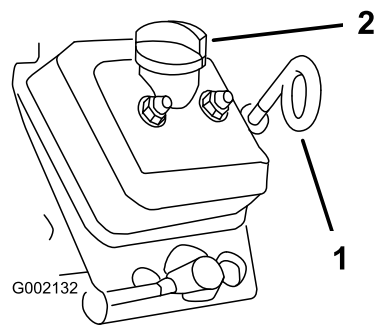

Figura 20
2. Limpe a zona em redor da vareta de óleo (Figura 20), para evitar que entre sujidade no orifício e possíveis danos no motor.